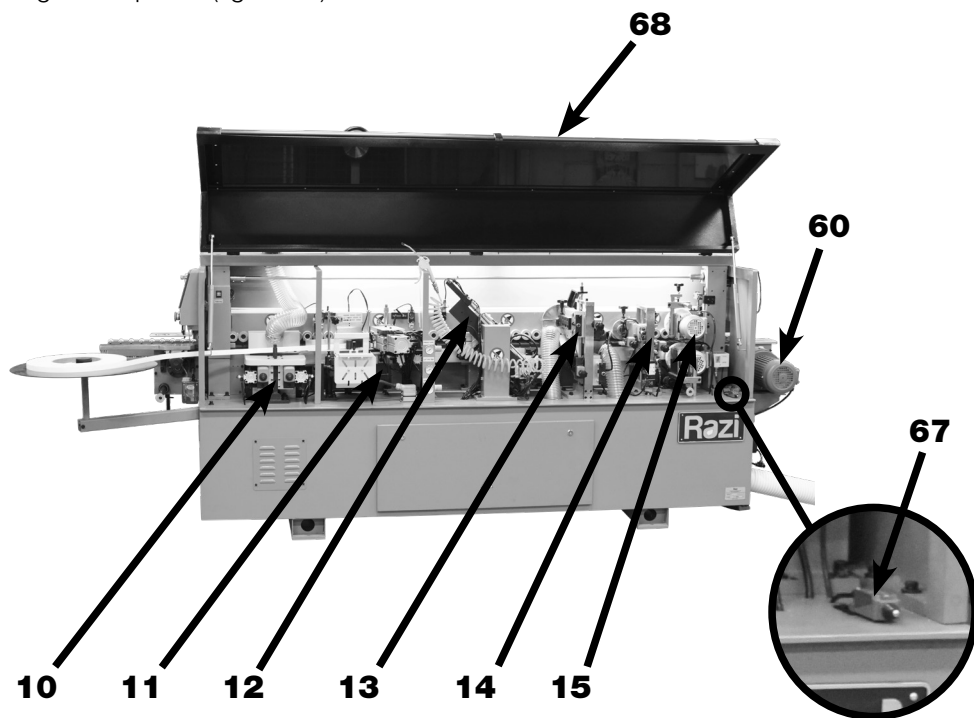

FIGURA 06 – Estações/Grupos
Esta máquina é composta por uma Estrutura (09), que contém em seu interior seis estações/grupos, responsáveis por realizar o processo de colagem da fita de borda no painel de madeira, além da Esteira de Transporte (16), responsável por conduzir o painel de madeira por todas essas estações, acionada pelo Motorreductor (60) (figura 06 e 07).